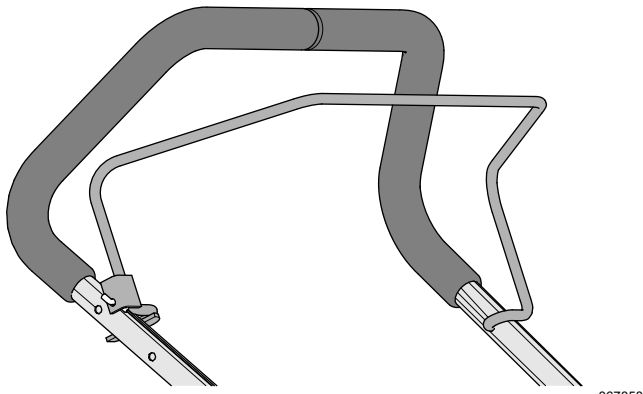

図 12
4. ベイルの片方の端をハンドルバーに入れ、もう一方の端をすこし押し縮めるようにしてハンドルバーに元通りに取り付ける 図 12。